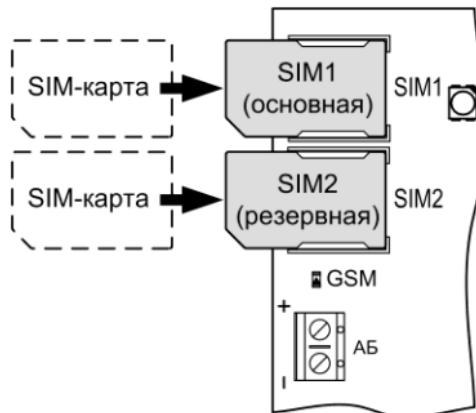

Рис.5 Установка SIM-карт
SIM-карты следует подключать при выключенном питании прибора (сеть 220 В и аккумулятор) контактами к плате, срезом как показано на рис.5.
- Проверьте, подключена ли антenna GSM к коммуникатору (разъём SMA, см. рис.1), правильно ли установлена SIM-карта (SIM-карты) – см. рис.5. Если использовать брелок БН-Л-33 с прибором не планируется, то отключите радиомодуль прибора, разомкнув перемычку J8.